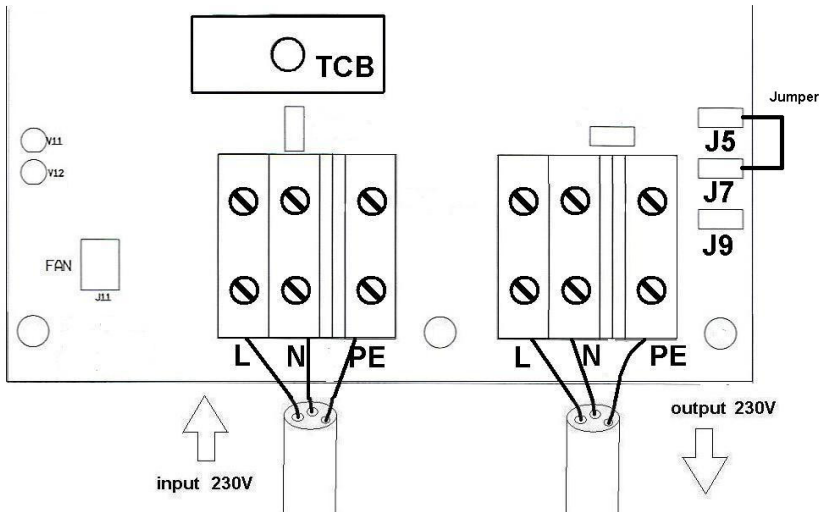

Abb. 3: Fehlerstromschutzschaltung (FI-Schalter)
2.3 Fehlerstromschutzschaltung (Abb. 3)
Im Ausgang des Trenntrafos muss ein Fehlerstrom-Schutzschalter eingebaut werden. Dazu muss der Ausgangs-Nulleiter geerdet werden (Verbindung mit dem Stahlrumpf). Dies wird mit einem Überbrückungskabel zwischen den Anschlüssen J5 und J7 (siehe Abb. 3) und der Erdung des Gehäuses erreicht.